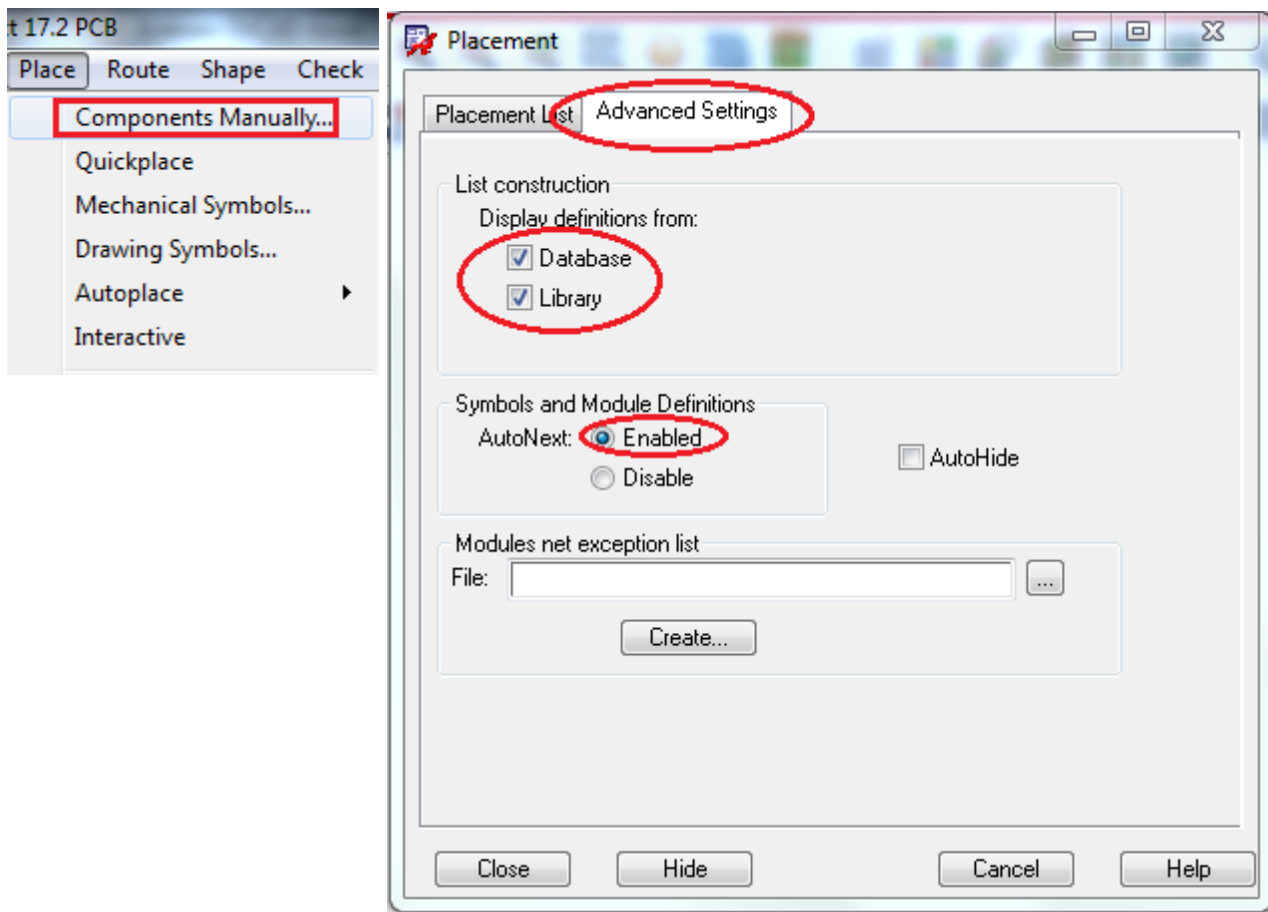

Рис. 21.16. Установка библиотек для компонентов
3. Установите флажок Library и Database под разделом List construction (рис. 21.16).